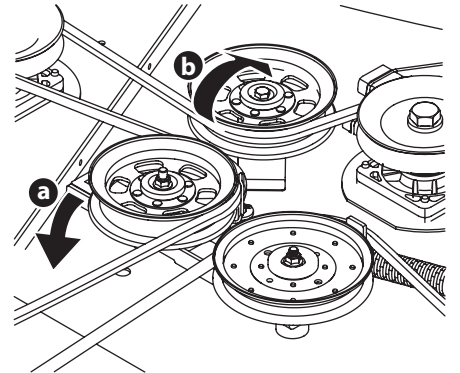

Figura 4-14
- b. Desde la parte media del tractor, haga girar el soporte de polea loca y la polea loca móvil hacia atrás, separándolos de la parte posterior de la correa en 'V' (a) a una distancia suficiente que permita levantar la correa, por encima de la polea loca (b). Consulte Figura 4-14.